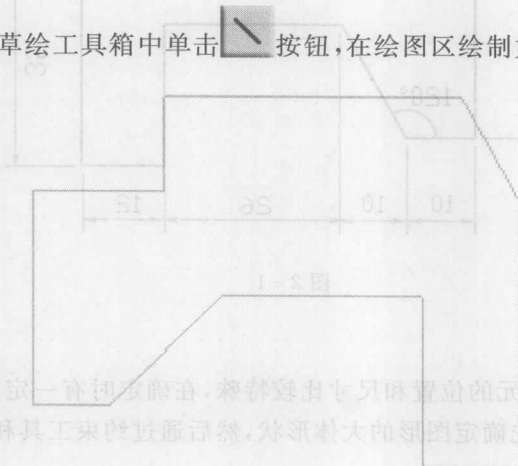

图 2-3
(2) 绘制草图 在草绘工具箱中单击  按钮，在绘图区绘制如图 2-3 所示草图。